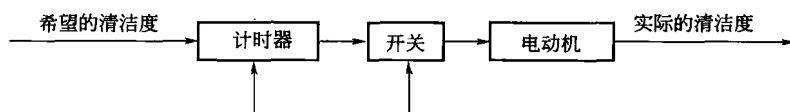

图 1-13 洗衣机控制系统方框图
8. 洗衣机控制系统方框图如图 1-13 所示。试设计一个闭环控制的洗衣机系统方框图。